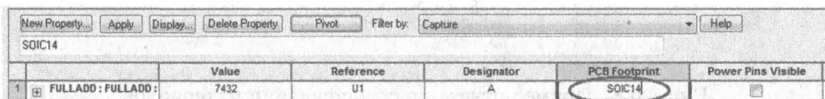

Рис. 20.10. Выбор корпуса элемента ИЛИ
3. Чтобы изменить значение свойства PCB Footprint, нажмите на соответствующую ячейку и введите значение SOIC14 (рис. 20.10).